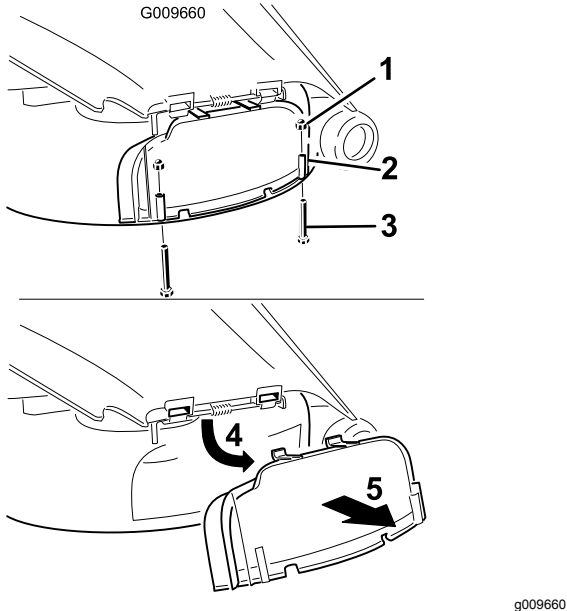

Figure 20
3. Enlevez les 2 boulons et écrous qui fixent le couvercle d'éjection au plateau de coupe (Figure 20).